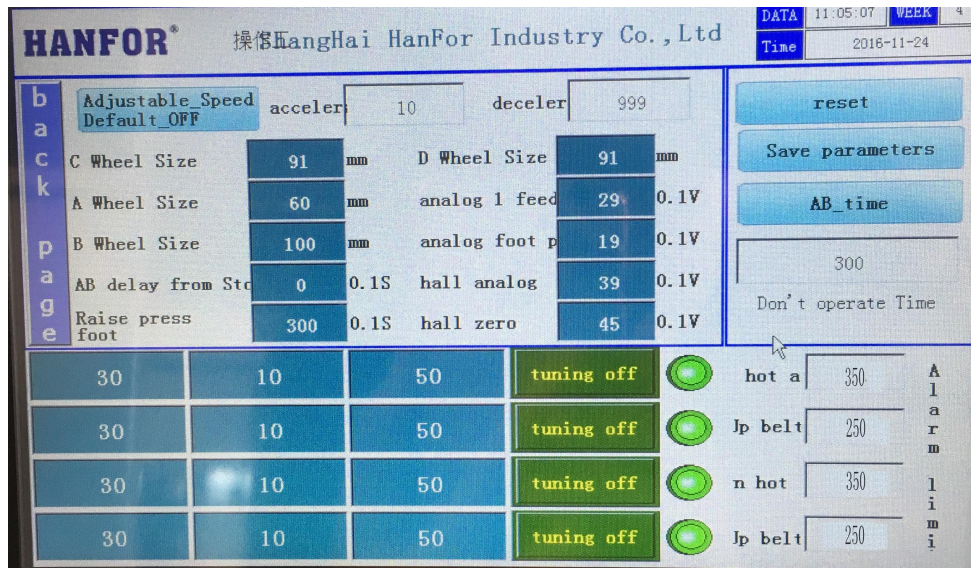

图 1 工程师画面参数
5. 控制中心内部参数设定是否与出厂值一致，出厂值参数（如图 1 所示），工程师画面：A 电机滚轮上限值 60，B 电机滚轮上限值 100，C、D 电机滚轮上限值 96。上下吹风 350，上下皮带 250。